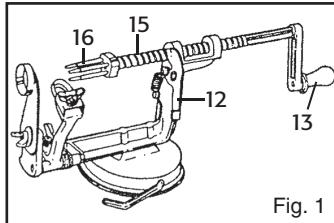

Fig. 1
1. Frigör axeln (15) genom att trycka in låshaken (12) och sedan dra axeln en liten bit utåt.
2. Håll stadigt i axeln och fäst handtaget genom att gänga det inåt på axeln. Fäst sedan äppelhållaren på samma sätt. Äppelsvarven bör nu se ut som i fig. 1.